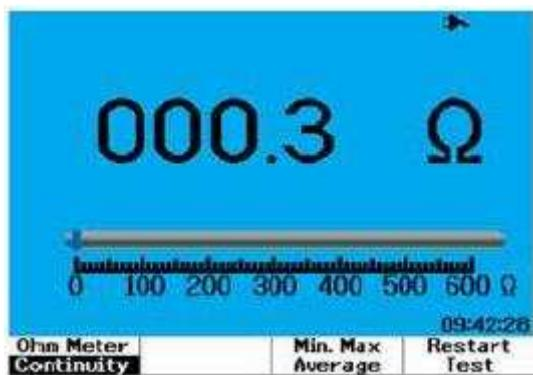

Рис. 4-4 Дисплей при "прозвонке" цепей с звуковой сигнализацией
6. На дисплее индицируется результат измерения сопротивления с децимальной точкой, единицей измерения и дополнительными символами (см. рис. 4-4).